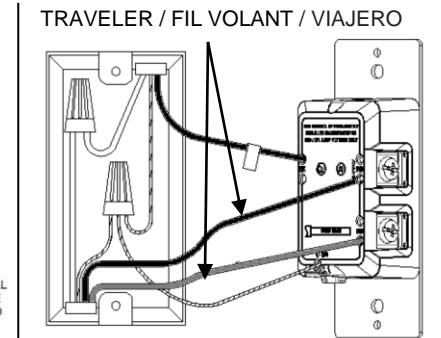

FIG. 6
- Retirer l'étiquette d'isolement "A" et raccorder le deuxième fil volant à la vis de borne rouge restante, identifiée "3-WAY RD" (FIG. 6).
- Retirar la etiqueta de aislamiento "A" y conectar el segundo cable viajero al tornillo terminal rojo restante marcado con "3-WAY RD" (FIG 6).
- Remove insulation label "A" and connect the second traveler wire to the remaining red terminal screw marked with "3-WAY RD" (FIG 6).